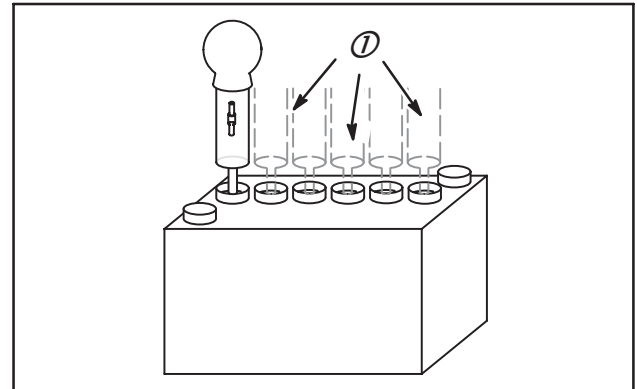

Fig. 7
3. Lorsque la batterie est pleinement chargée, vérifier le poids spécifique de chaque élément (1) avec un pèse-acide, Fig. 7. Toutes les valeurs doivent être au-dessus de 1,250 (compensé pour la température). Si les valeurs varient de 0,050 ou si TOUS les éléments sont au-dessous de 1,225, remplacer la batterie.